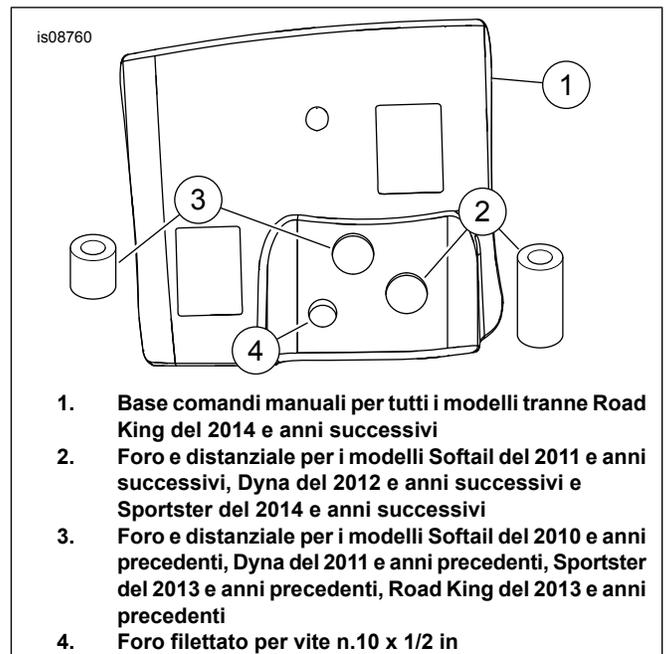

Figura 3. Base e distanziali comandi manuali
4. Vedere Figura 3. Allineare il distanziale scelto in precedenza con il foro corretto (2 o 3).